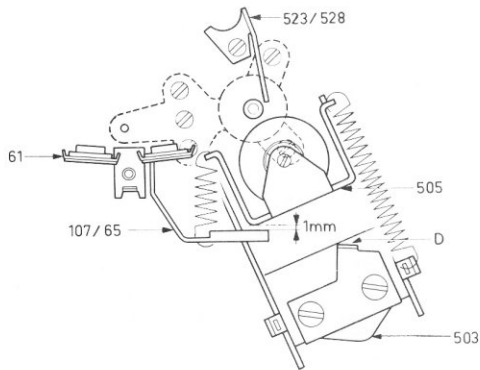

Fig. 13
Drukrollen (zie fig. 13)
Bandvangbeugel (zie fig. 13)
Drukvliesjes (zie fig. 13)
- Verbuig de eindstop voor de cueingschakelaar (D) in fig. 13 zodanig dat de afstand tussen drukrol en toonass ca. 2 mm bedraagt als de cueingknop is ingedrukt.